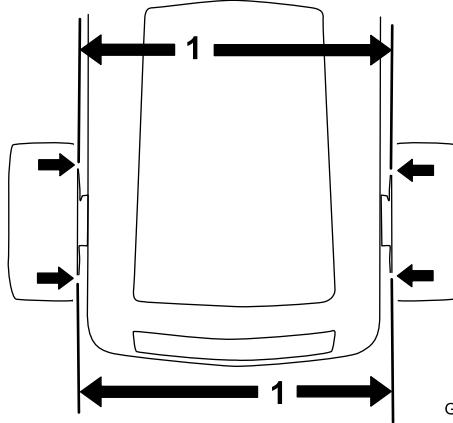

Figure 71
1. Mesurez l'entraxe (à hauteur d'essieu) à l'avant et à l'arrière des roues directrices (Figure 71). Le pincement à l'avant doit être inférieur de 0 à 3 mm au pincement à l'arrière.
2. Pour régler le pincement, desserrez les fixations aux deux extrémités des biellettes (Figure 71).